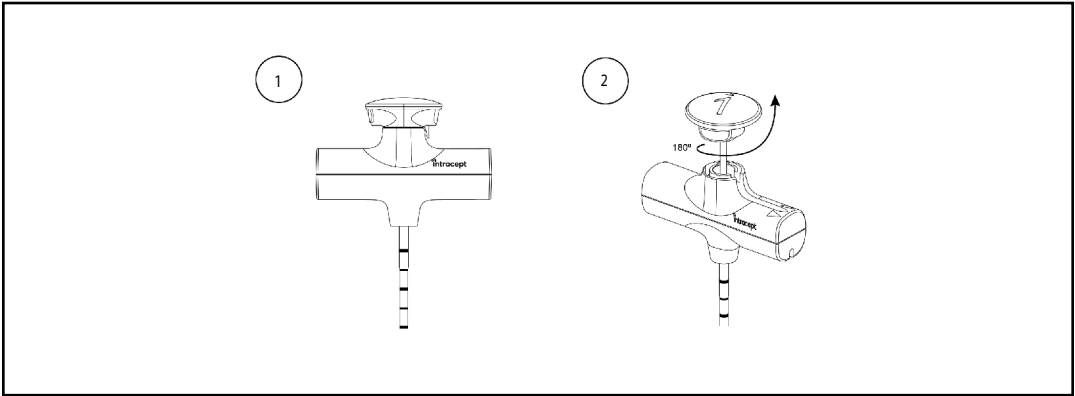

ABBILDUNG 3
7. Die Einführvorrichtung festhalten und den Mandrin durch gleichzeitiges Drücken des Entriegelungsknopfs und Drehen des Mandrins um 180 Grad gegen den Uhrzeigersinn entfernen (siehe Abbildung 3). Den Mandrin im sterilen Bereich ablegen, falls er erneut benötigt wird.